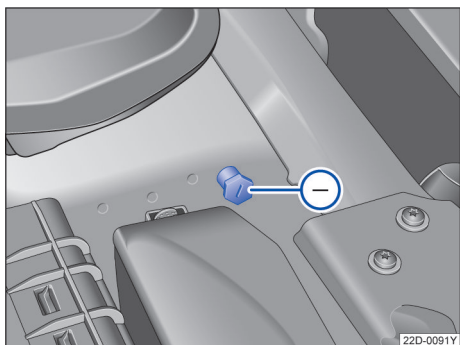

图 148 用于充电器负极连接的接地点
- 将红色电缆的一端连接到亏电蓄电池 (A) 的正极 (+) 上。
- 将红色电缆的另一端连接到供电蓄电池 (B) 的正极 (+) 上。
- 将黑色电缆的一端连接到供电蓄电池 (B) 的负极 (-) 上。
- 将黑色电缆的另一端 (X) 连接到亏电蓄电池汽车发动机缸体上的螺栓连接金属部件上或发动机舱内的连接点上→图 148，连接点必须尽可能远离亏电蓄电池 (A)。
在利用外接电源对车辆蓄电池充电时，请勿将充电器的负极接在蓄电池的负极上，必须连接到发动机壳体上或发动机机舱内的接地点处→图 148。